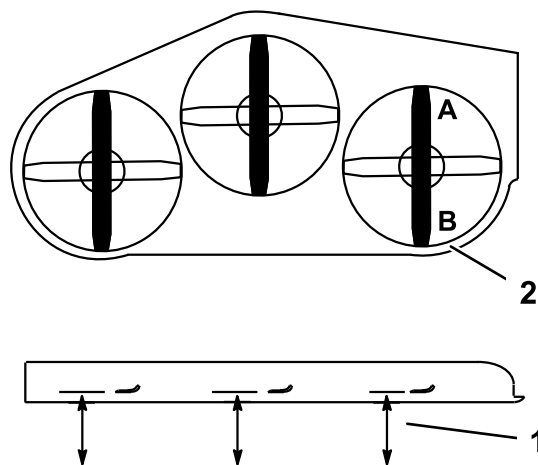

Figura 83
- Coloque la cuchilla **derecha** en posición longitudinal (Figura 83).
- Mida la cuchilla derecha en la posición **A** desde una superficie nivelada hasta el filo de corte del extremo de la cuchilla (Figura 83).
- Mida la cuchilla derecha en la posición **B** desde una superficie nivelada hasta el filo de corte del extremo de la cuchilla (Figura 83).
- La cuchilla del cortacésped debe estar entre 6 y 10 mm (1/4–3/8 pulg.) más baja en la posición **A** que en la posición **B** (Figura 83). Si no es correcta la distancia, continúe con los pasos siguientes.